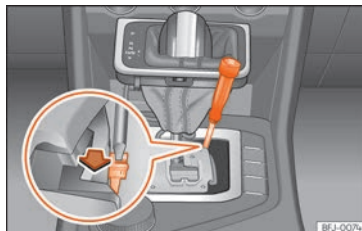

Abb. 126 Wählhebel: Notentriegeln aus der Parkstellung
- Drücken Sie seitlich mit Hilfe der flachen Seite des Schraubendrehers auf die gelbe Taste und halten Sie sie gedrückt » » » (Abb. 126).